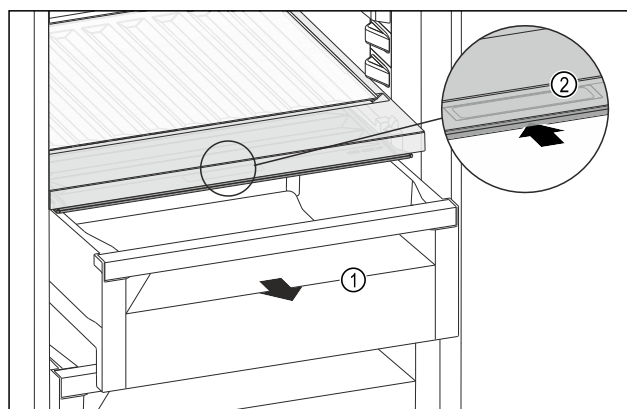

Fig. 121
- ▶ Zásuvku Fig. 121 (1) vytáhněte.
- ▶ Uchopte prohlubeň pro rukojeť Fig. 121 (2) na víko zásuvky a současně zasuňte víko zásuvky směrem dozadu.